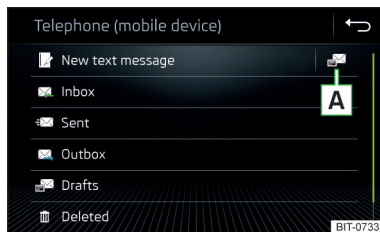

Fig. 198
- En el menú principal *Teléfono* pulse la superficie funcional , se visualiza el menú principal para mensajes de texto » fig. 198.
- ▶ Pulsar en el menú principal de los mensajes de texto la superficie funcional ☒ » *fig. 198 de la pág. 176*.